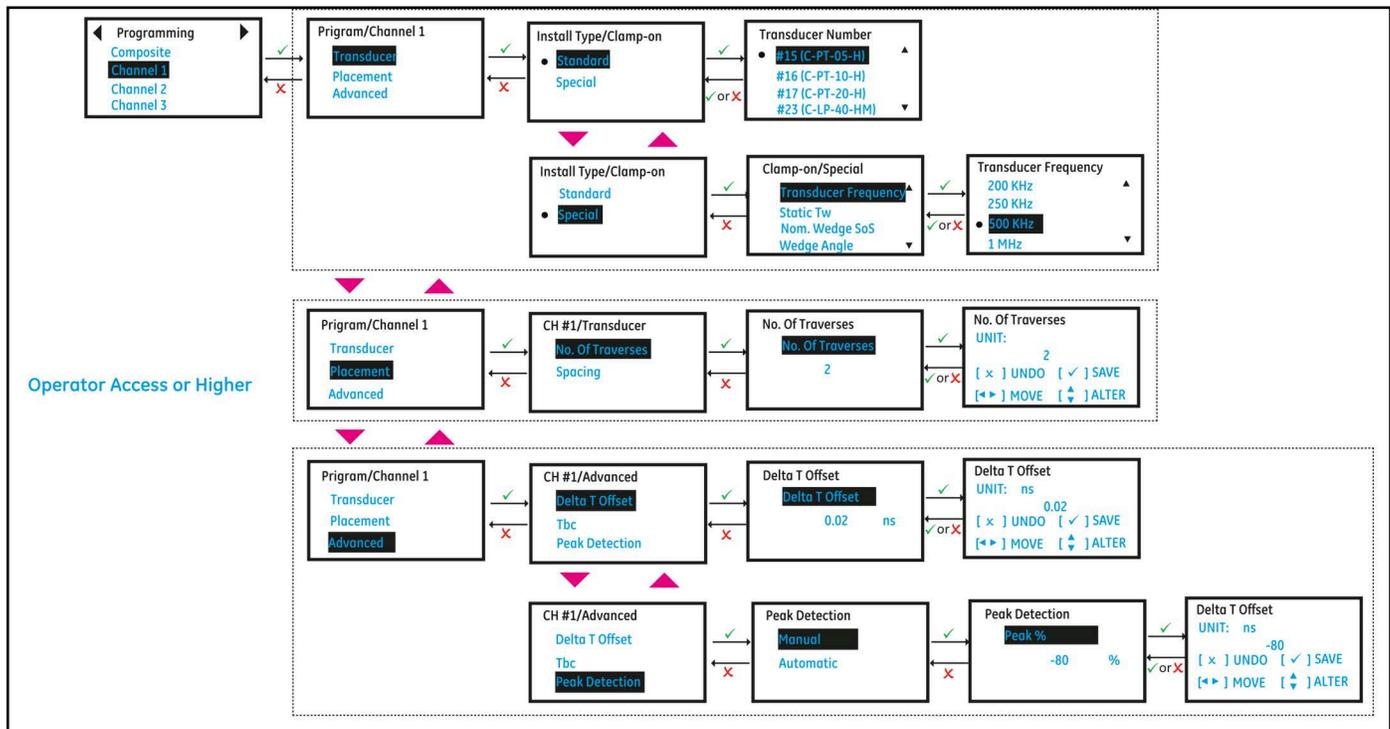

Figura 50: Programación de canales (Transductor, Colocación y Avanzado)
1. Consulte *Figura 50*, seleccione **[Placement / Colocación]** y pulse **[ENTER]**.